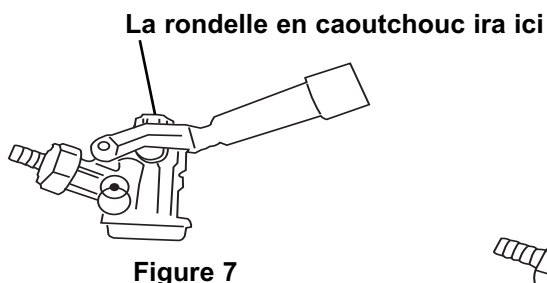

Figure 7
- Insérez le tirant du baril fourni dans le col à verrouillage du baril à bière et tournez-le dans le sens des aiguilles d'une montre pour le verrouiller en place, en vous assurant qu'il est sur la position fermée. **(Se reporter à la figure 7).**
- Faisez certain que les rondelle en caoutchouc sont correctement insérées dans le coupleur, voir figure 7 ci-dessous.